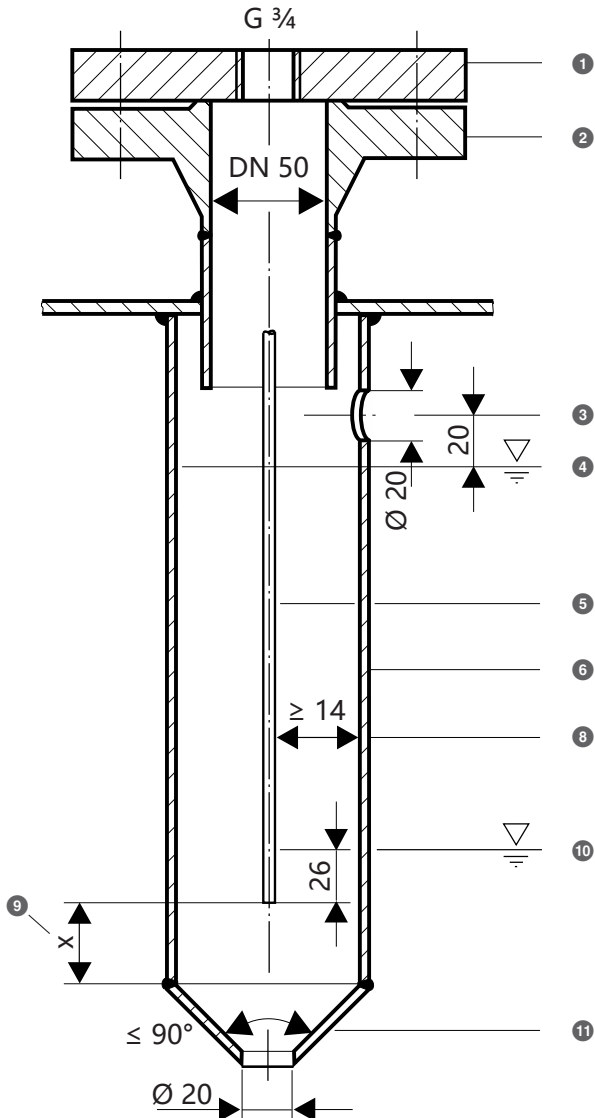
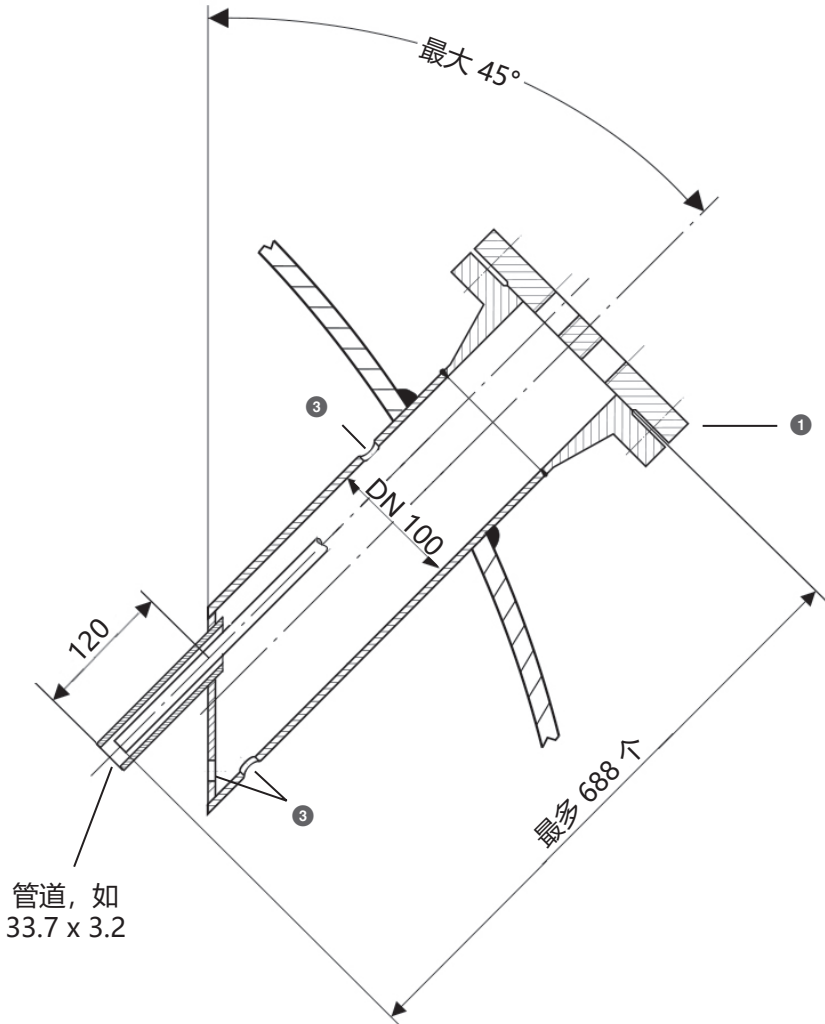

图 9
图 13
- 液位电极的倾斜角度应（仅在用于双孔法兰中时）为 -45° ，此时电极棒的最大长度不得超过 688 mm，见图 13。
- 安装液位电极时注意最小距离尺寸，参见安装示例图 9 至图 13。
带尺寸要求的安装示例，参见图 9，页码 25
图例 图 9 至 图 13
- ① 图 9、10: 法兰 (PN 40、DN 50) DIN EN 1029-01 (单个电极)